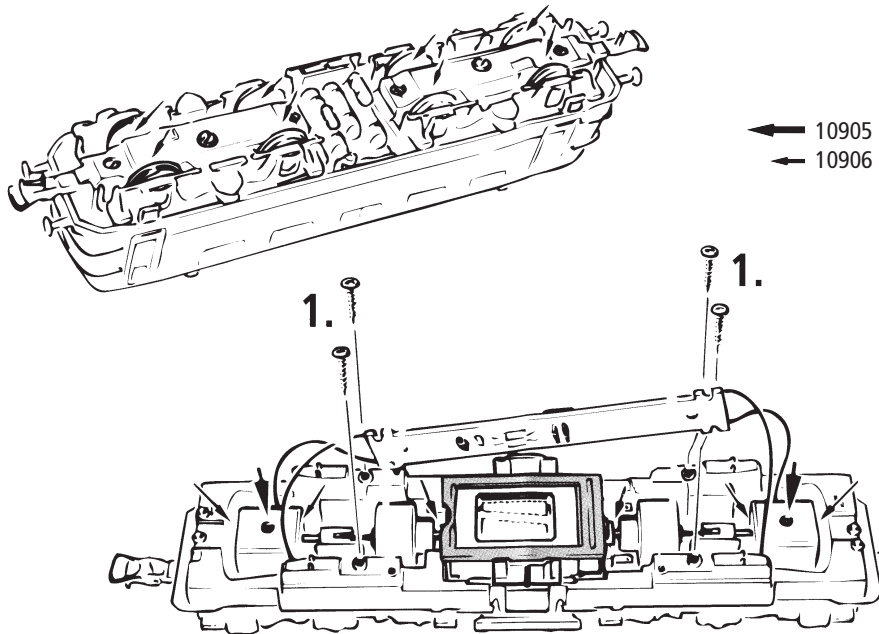

Fig. 8
3. Haftreifenwechsel: Zuerst den Getriebedeckel abnehmen (Fig. 4). Danach den **Radsatz** herausnehmen und die **Haftreifen** mit einer Nadel od. mit einem feinen Schraubendreher abziehen (Fig. 8). Beim Aufziehen der neuen Haftreifen darauf achten, dass diese sich nicht verdrehen.
3. Change of traction tyre: Remove the gear cover (fig. 4). Take out **wheel set** and remove **traction tyre** using a pin or a fine screwdriver (fig. 8). When pressing on the new traction tyre please **avoid twisting it**.
3. Échange des bandages d'adhérence: Démontez d'abord **le couvercle du carter des engrenages** des engrenages (fig. 4). Délogez ensuite les essieux bandagés et enlevez, à l'aide d'une aiguille ou d'un tournevis fin, les bandages d'adhérence (fig. 8). Lors du montage des nouveaux bandages veuillez veiller à ce que les bandages **ne soient pas tordu**.